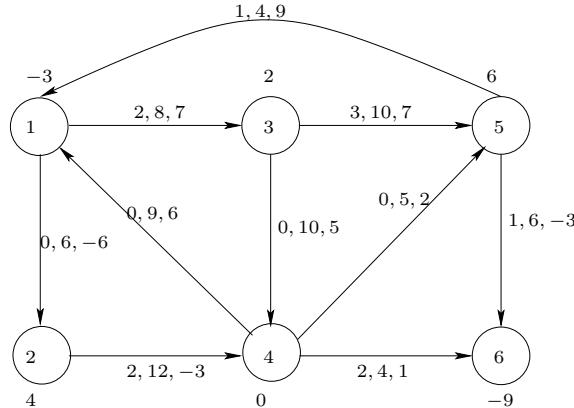

Figura 5.23: Grafo di partenza (esercizio 5.32)
**Esercizio 5.32.** ■ Sia dato il problema  $P$  di flusso a costo minimo definito sul grafo orientato  $G = (V, E)$  riportato in figura 5.23. Ad ogni nodo  $i \in V$  è associata la divergenza  $d_i$  e a ciascun arco  $(i, j) \in E$  è associata la tripla  $(l_{ij}, u_{ij}, c_{ij})$ , dove  $l_{ij}$  e  $u_{ij}$  indicano rispettivamente la capacità minima e massima dell'arco  $(i, j)$ , mentre  $c_{ij}$  indica il costo unitario associato all'arco  $(i, j)$ .